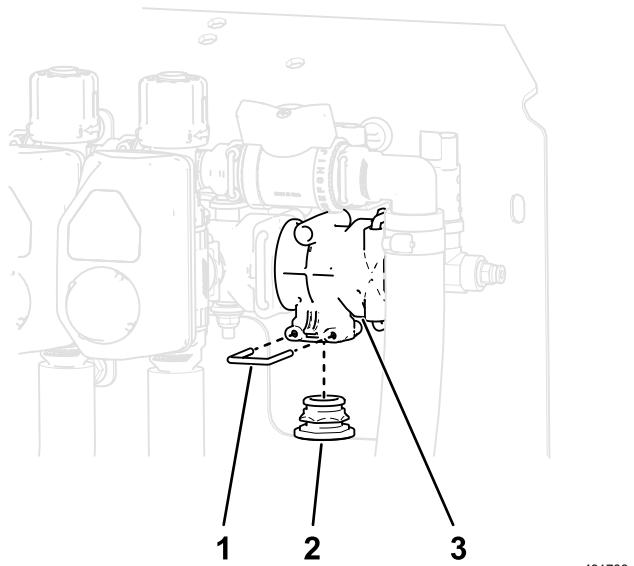

Figure 25
- Retirez l'étrier qui fixe le chapeau de dérivation et déposez le chapeau en bas du collecteur en T sur la machine (Figure 25).